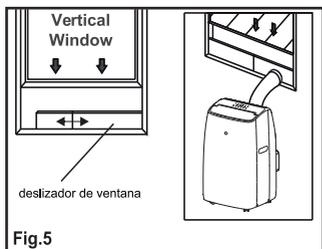

Fig.5
4. Fije la salida de la manguera en el kit de deslizamiento de la ventana y selle. (Fig.5 y 6).